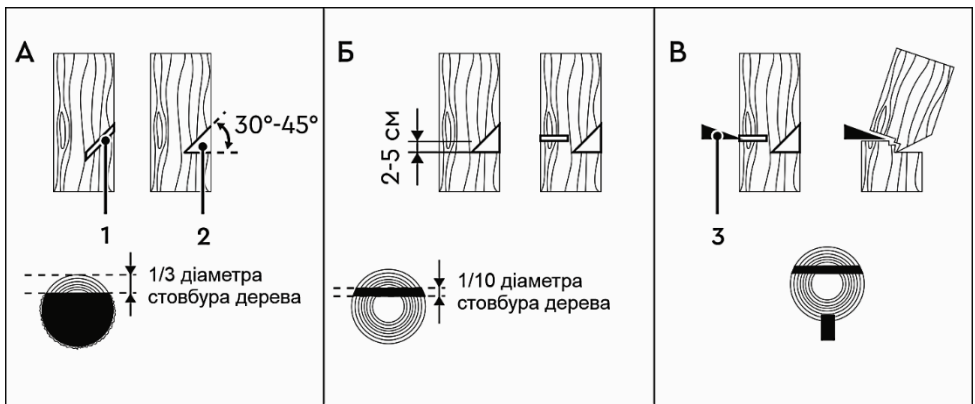

Рисунок 6
4.3.4 Виконання пропилів (рисунок 6)
Увімкніть пилу і почніть пиляти дерево з того боку куди воно має впасти (1, рисунок 6-A). Зробіть клиноподібний пропил (2, рисунок 6-A) під кутом 30-45°, глибина якого приблизно дорівнює 1/3 від товщини стовбура.
Валочний розпил (рисунок 6-Б) виконайте із протилежного боку від клиноподібного пропилю, помістивши зубчастий упор пили на стовбур на 2-5 см вище нижнього краю клиноподібного пропилю. Завершіть пиляння тоді, коли до внутрішнього краю клиноподібного пропилю залишиться близько 1/10 діаметра стовбура. Коли робите валочний розпил, не намагайтеся пропилювати стовбур наскрізь до клиноподібного пропилю. Частина стовбура, яка залишилася не пропилюваною, буде направляти його в необхідний бік. Коли дерево почне падати, зупиніть роботу пили та негайно відійдіть у безпечну зону. Якщо дерево не почало падати, необхідно забити клин (3, рисунок 6-В), після чого дерево почне падати в сторону клиноподібного пропилю.